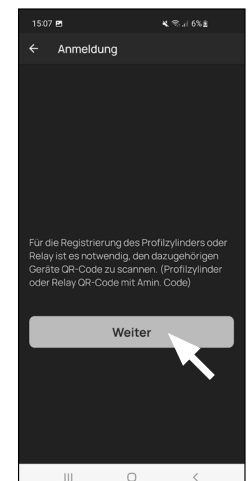

Abb. 4
- ④ Tippen Sie auf „*Weiter*“ (Abb. 4). Ggf. werden Sie aufgefordert, den Zugriff der App auf die Kamera zu bestätigen.